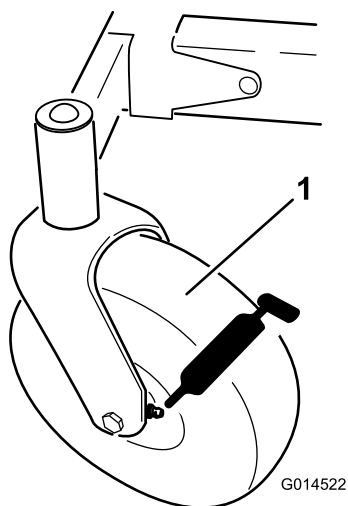
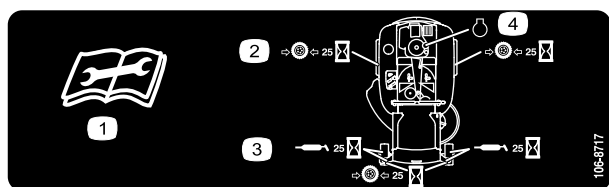

Figura 25
Figura 26
3. Limpie con un trapo los puntos de engrase (Figura 25 y Figura 26). Asegúrese de rascar cualquier pintura que hubiera sobre los puntos de engrase.
4. Conecte una pistola de engrasar a cada punto de engrase (Figura 25 y Figura 26). Bombee grasa hasta que empiece a rezumar grasa de los cojinetes.